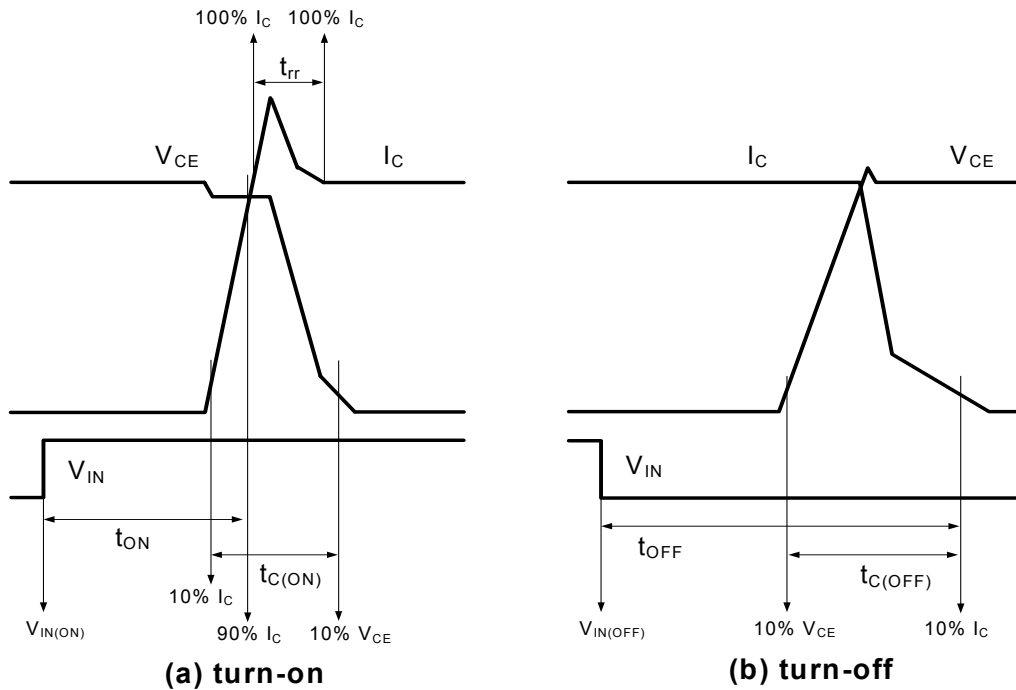

图 4. 开关时间的定义
4. t_{ON} 和 t_{OFF} 包括模块内部驱动 IC 的传输延迟时间。t_{C(ON)} 和 t_{C(OFF)} 指在内部给定的栅极驱动条件下, IGBT 本身的开关时间。详细信息, 请参见图 4。